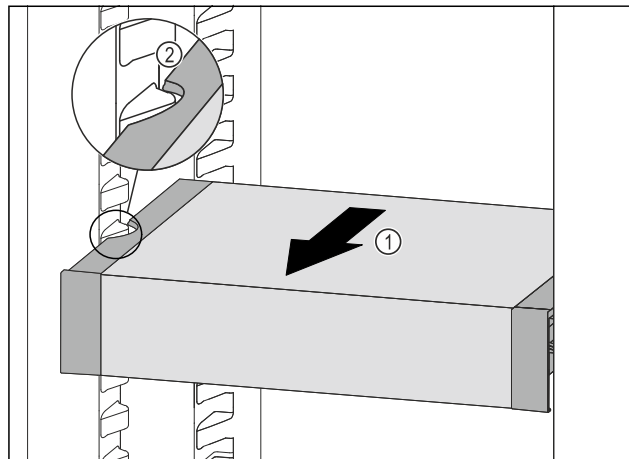

Fig. 127
- Tirare VarioSafe in avanti Fig. 127 (1) fino a quando le cavità laterali di VarioSafe non si trovano al livello della nervatura del contenitore nel vano frigorifero. Fig. 127 (2)